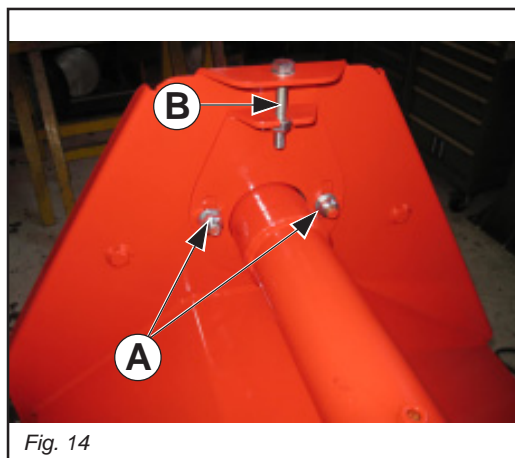
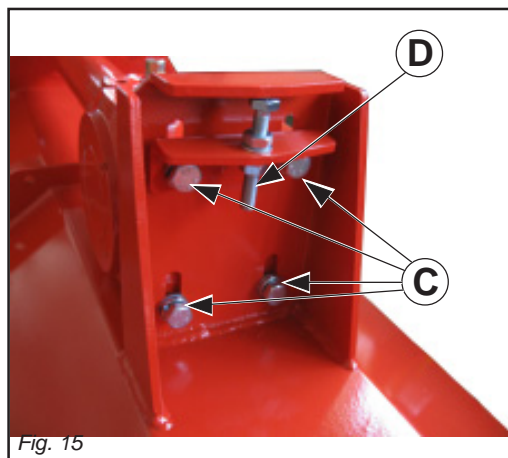
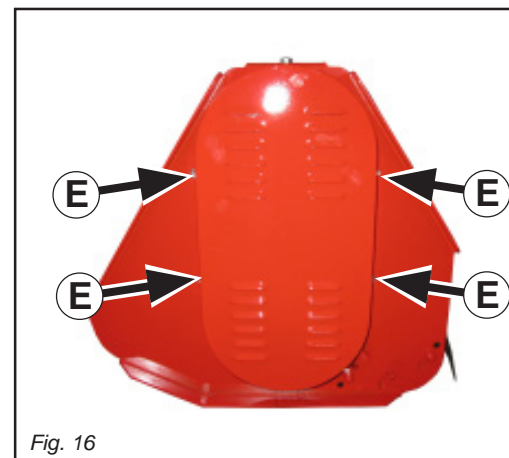
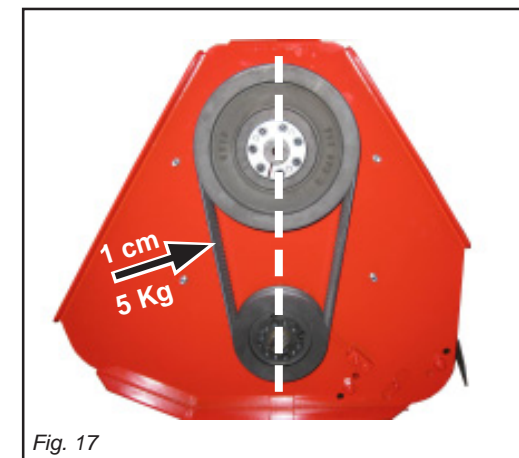

Fig. 14
Fig. 15
Fig. 16
Fig. 17
- Allentare le viti che fissano il tendicinghia (A Fig. 14).
- Allentare le viti che fissano il moltiplicatore al telaio (C Fig. 15).
- Agire sulla vite del tendicinghia (B Fig. 14) avvitandola in modo da tendere le cinghie, allungamento permesso 1 cm con una forza applicata di 5 Kg. (Fig. 17).
- Agire sulla vite (D Fig. 15), in modo da rendere la posizione del moltiplicatore orizzontale rispetto alla macchina.
- Bloccare le viti che fissano il tendicinghia (A Fig. 14) e moltiplicatore (C Fig. 15).
- *Loosen the screws that fix the belt-stretcher (A Fig. 14).*
- *Loosen the screws that fix the gearbox to the frame (C Fig. 15).*
- *Work on the beltstretcher screw (B Fig. 14) so that stretcher takes up any belt slack. Tolerated elongation is 1 cm with a 5 Kg force applied (Fig. 17).*
- *Work on the screws (D Fig. 15) so that the gearbox position will be horizontally directed to the machine.*
- *Tighten the nuts that fix the beltstretcher (A Fig. 14) and the gearbox (C Fig. 15).*
- Desserrer les vis de fixation du tendeur de courroie (A Fig. 14).
- Desserrer les vis de fixation de la boîte de vitesse (C Fig. 15).
- Agir sur la vis (B Fig. 14) de manière à ce que le tendeur puisse rattraper les allongements éventuels des courroies l'allongement admis est de 1 cm en appliquant une force de 5 kg (Fig. 17).
- Agir sur la vis (D Fig. 15) de manière à ce que le boîte de vitesse est parallèle au sol.
- Bloquer la vis de fixation du tendeur de courroie (A Fig. 14) et de la boîte de vitesse (D Fig. 15)
- Die Schraube anziehen, welche den Riemenspanner (A Abb. 14) befestigt.
- Die Schraube anziehen, welche die Wechselgetriebe (C Abb. 15) befestigt.
- Die Schraube (B Abb. 14) so verstellen, daß die Spannvorrichtung etwaige Riemenverlängerungen ausgleicht. Für eine angewendete Kraft von 5 kg ist eine Verlängerung von 1 cm zulässig (Abb. 17).
- Die Schraube (D Abb. 15) anziehen.
- Die Befestigungsmuttern des Schutzgehäuses lösen (A Abb. 14).
- Die Schrauben, die den Riemenspanner (A Abb. 14), und die Wechselgetriebe (C Fig. 15) befestigt wieder anziehen.
- Aflojar los tornillo que fijan el tensor correa (A Fig. 14).
- Aflojar los tornillo que fijan la caja cambio (C Fig. 15).
- Operar con el tornillo (B Fig. 14) en modo que el tensor recupere eventuales extensiones de las correas, extensión permitida de 1 cm con una fuerza aplicada de 5 Kg (Fig. 17).
- Operar con el tornillo (D Fig. 14) en modo que la caja cambio sea en posición paralela a la máquina.
- Bloquear los tornillos que fijan el tensor correa (A Fig. 14) y la caja cambio (C Fig. 15).
- Togliere i dadi che fissano il carter di protezione (E Fig. 16)
Premere sulla cinghia, nella zona centrale fra le due pulegge, con una forza di 5 Kg, la forza deve provocare una deformazione sulla singola cinghia di 1 cm (Fig. 17).
È consigliabile a tal proposito, munirsi di una riga metallica di lunghezza adeguata, e appoggiandola sui bordi delle due puleghe (vedere linea tratteggiata Fig. 17), la stessa deve toccare tutti e quattro i bordi delle puleghe stesse.
Press on the middle part of the belt between the two pulleys with a 5 Kg force. Each belt should give 1 cm (Fig. 17).